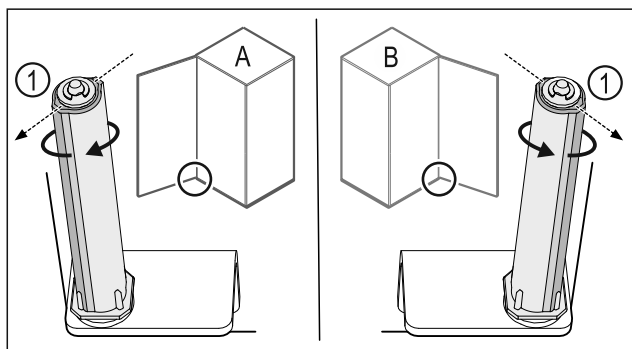

Fig. 44 Levo omejilo (A) / desno omejilo (B)
- Obrnite zaporni sistem proti upor, dokler ni mostiček zapornega sistema Fig. 44 (1) obrnjen navzven.